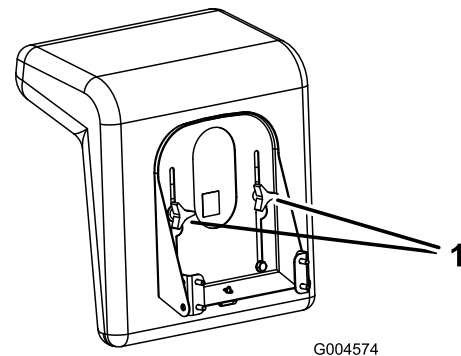

Figure 9
1. Soulevez le siège et desserrez les boutons de réglage (Figure 9).